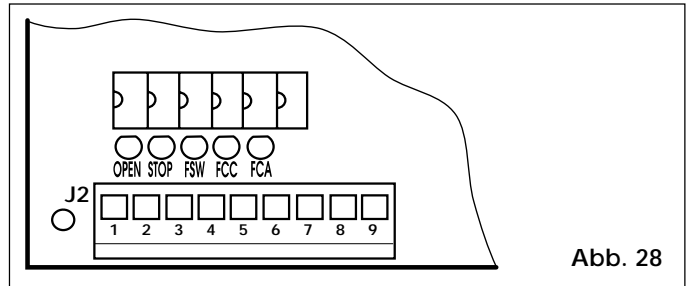

Abb. 28
Bei unterbrochener Schaltbrücke LK1 kann die 24V-Zubehörversorgung nicht mehr abgegriffen werden (Abb.28).
Die 5 Led auf der Karte zeigen den Zustand der Klemmenbretteingänge an (s. Tab. 4 und Abb. 28):
- 6) Das Blech in Öffnungsrichtung auf der Zahnstange verfahren. Sobald die FCC Led am elektronischen Steuergerät 844 MPSR (Abb. 28) erlischt, das Blech um weitere 45 mm vorsetzen und mit den Schrauben an der Zahnstange befestigen.
- 8) Das Blech in Schließrichtung auf der Zahnstange verschieben. Sobald die FCC Led am elektronischen Steuergerät 844 MPSR (Abb. 28) erlischt, das Blech um weitere 45 mm vorsetzen und mit den Schrauben an der Zahnstange befestigen.